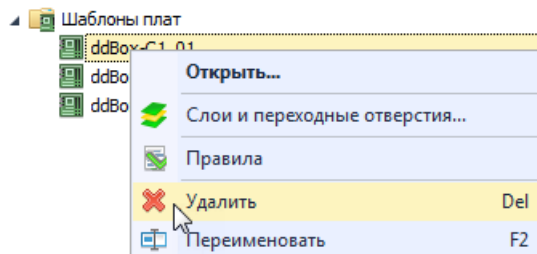

Рис. 140 Удаление шаблона платы
2. Вызовите контекстное меню и выберите пункт «Удалить», Рис. 140. Для данного действия также задана горячая клавиша Delete.